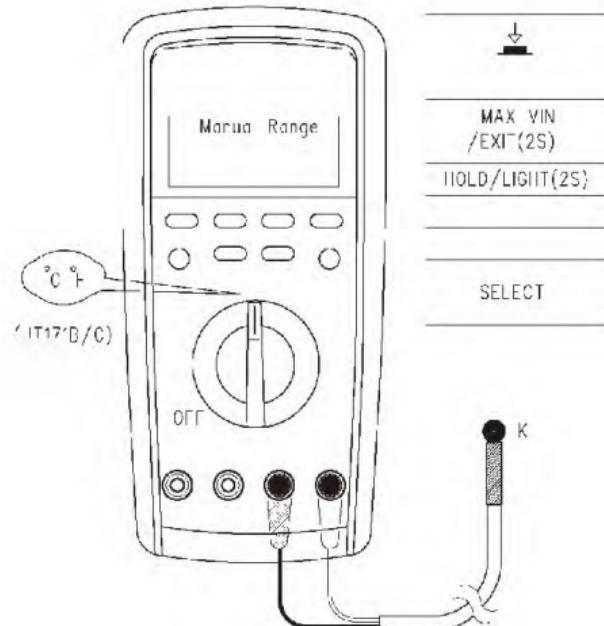

рис.9
7. Измерение температуры (см. рис.9)